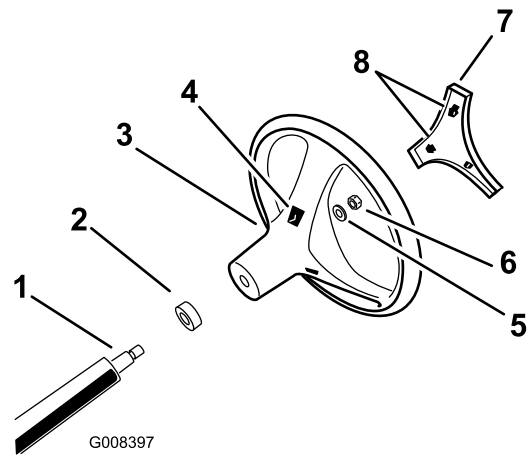

Figura 3
4. Sujete el volante a la columna con la contratuerca (Figura 3). Apriete las contratuercas a 24–29 N·m.
5. Alinee las pestañas del embellecedor con las ranuras del volante y coloque el embellecedor a presión en el centro del volante (Figura 3).